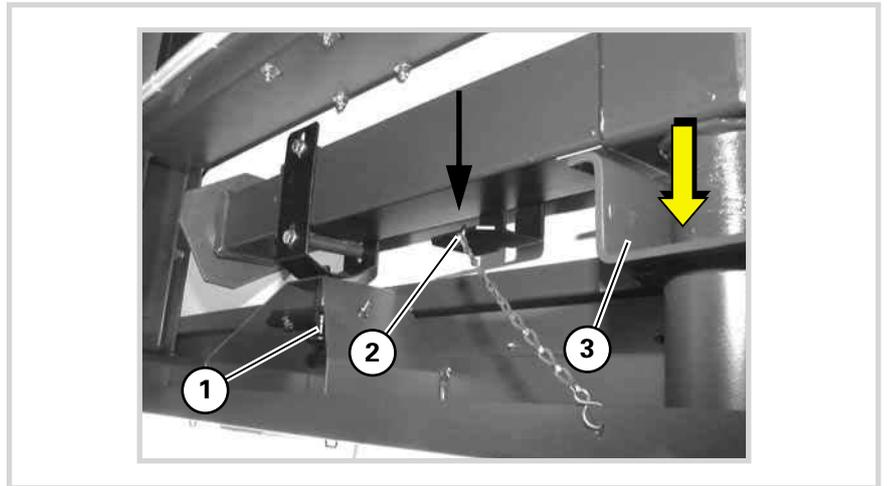

Bild 34 Schwerlaststütze in Transportposition
- Schwerlaststütze bis zum Anschlag zum Bediener hin ziehen (Pfeilrichtung Bild 34), so dass die Schwerlaststütze in der Halterung (34/3) sitzt.